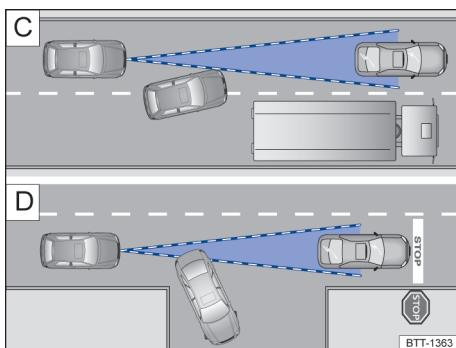

图 96 **C** 正在变换车道的车辆; **D** 正在转弯和静止的车辆
如一辆 ACC 探测到的车辆拐弯或驶出原车道时且在该车辆前方有一辆静止车辆, 则 ACC 不会对这辆静止车辆作出反应 → 图 96 **D**。
- 从本车前方邻近车道切换到本车道的车辆 → 图 96 **C**。